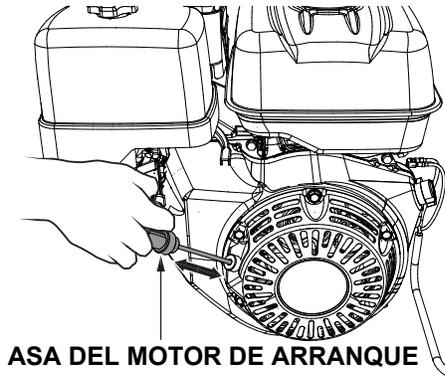

Figura 13. Tirador del motor de arranque
6. Tire ligeramente del **tirador del motor de arranque** (Figura 13) hasta que sienta resistencia, y después tire de forma enérgica. Vuelva a poner el tirador del motor de arranque en su posición inicial.